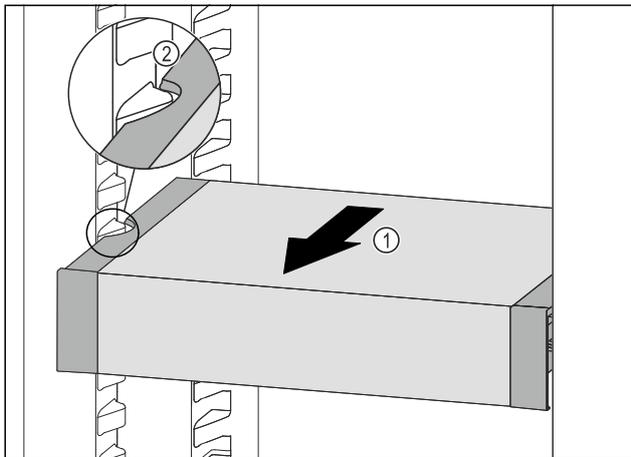

Fig. 115
- ▶ Потягнути VarioSafe вперед Fig. 115 (1), поки бокові заглиблення VarioSafe не опиняться на рівні ребра для ємності в охолоджувальному відділенні. Fig. 115 (2)